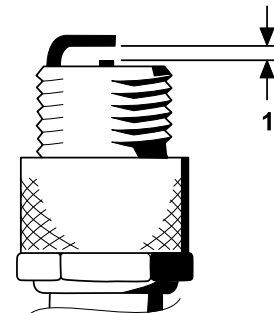

図 42
- 図 42 のように、電極間のエアギャップを 0.76 mm に調整する。